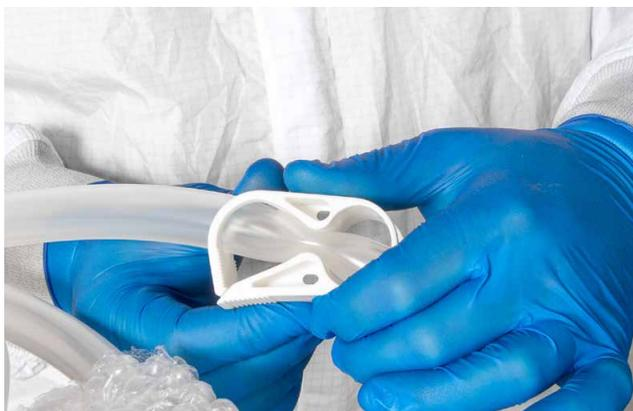

Abbildung 5.3. Leitungset-Klemme schließen.
4. Klemmen Sie alle BPC-Schläuche ab (Abbildung 5.3). Stellen Sie sicher, dass der Abflussschlauch sich so nahe wie möglich am BPC-Anschluss befindet und vollständig abgeklemmt ist.